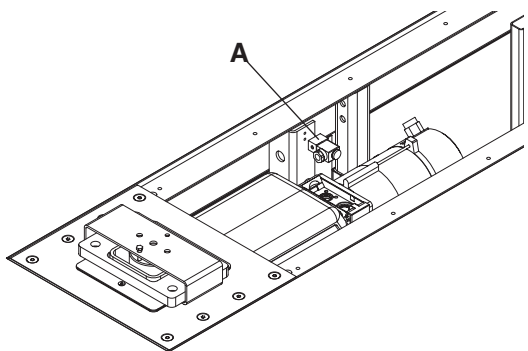

Fig. 22
- Montare la valvola pneumatica (A) sulla sua sede e collegare il tubo dell'aria **fig. 22**
- Fit pneumatic valve (A) to its seat, and connect air pipe **fig. 22**
- Das Druckventil (A) in seinem Sitz einbauen und die Luftleitung anschließen **Abb. 22**.
- Monter la vanne pneumatique (A) dans son siège et raccorder le tuyau de l'air **fig. 22**
- Montar la válvula neumática (A) en su alojamiento y conectar el tubo del aire **fig. 22**